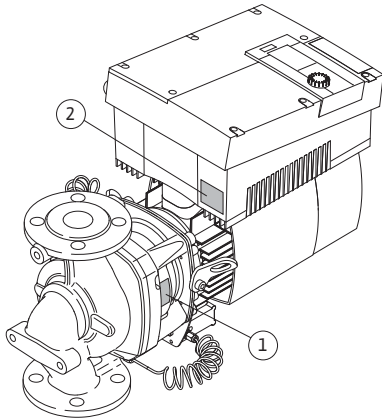

Fig.11: Расположение фирменных табличек:
- На фирменной табличке насоса (рис. 11, поз. 1) указан серийный номер (сер. №.../...), который необходим, например, для заказа запчастей.
- На фирменной табличке электронного модуля (электронный модуль = инвертер или частотный преобразователь) (рис. 11, поз. 2) указано обозначение электронного модуля.